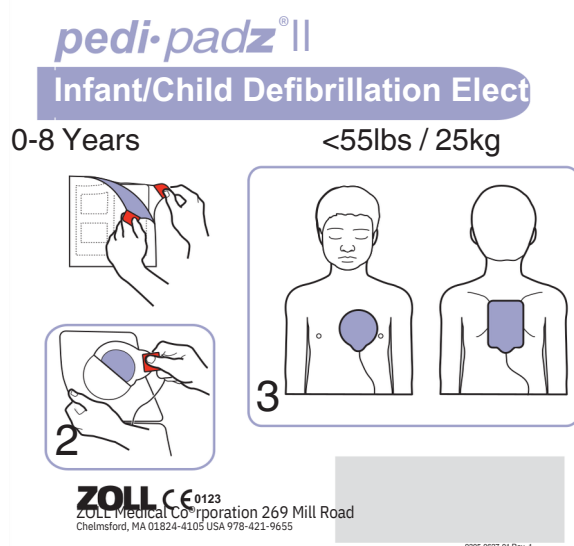

Abbildung 6: Anbringen der Pedi-padz II
1. Reißen Sie die Elektrodenpackung auf und entfalten Sie die Innenpackung, um die Elektroden freizulegen. Bringen Sie die Elektroden entsprechend den Abbildungen auf der Packung am Patienten an (siehe Abbildung 6). Ziehen Sie die Schutzfolie von der runden Elektrode ab und legen Sie die Elektrode wie in Abbildung 6 gezeigt auf den Brustkorb des Patienten auf.
3. Drehen Sie den Patienten auf den Bauch. Ziehen Sie dann die Schutzfolie von der rechteckigen Elektrode ab und legen Sie die Elektrode wie in Abbildung 6 gezeigt auf den Rücken des Patienten auf.